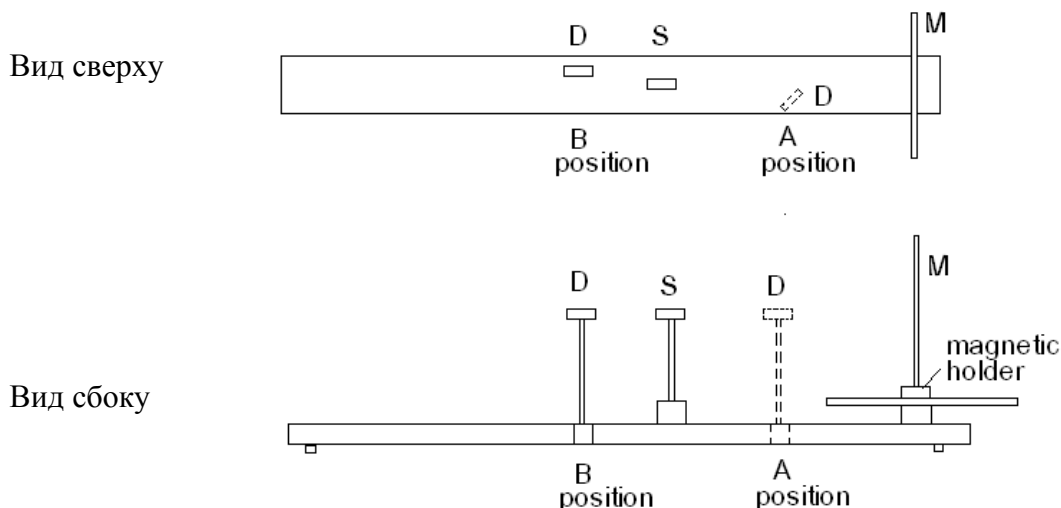

Рис.2.1. Изучение интерференции волн
- Состоящая волна наблюдается между S и M (Рис.2.1). Эта стоячая волна появляется при любом расстоянии между S и M.